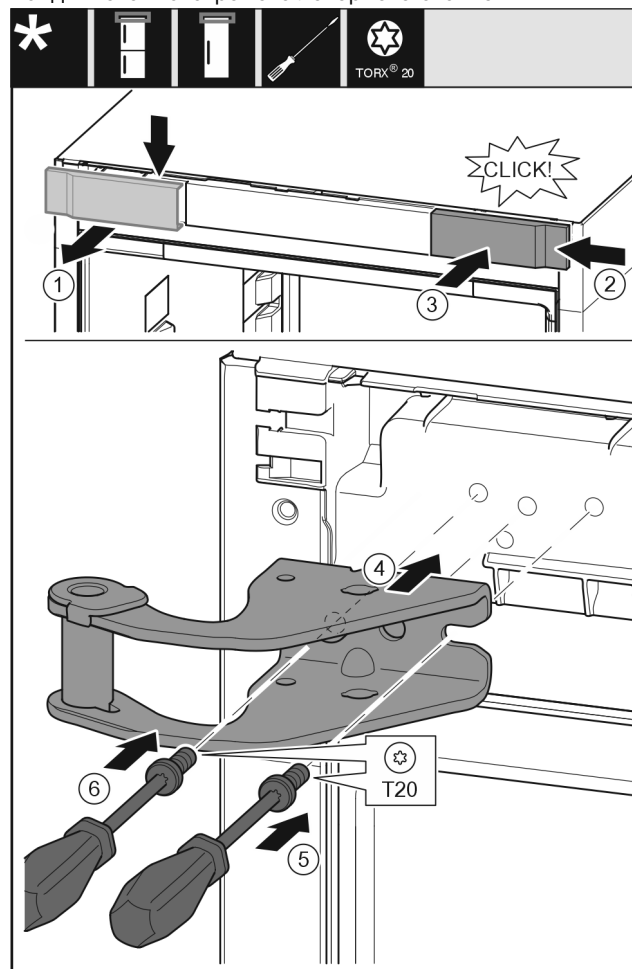

Fig. 9
- ▶ Сваляте капака от горе напред. Fig. 9 (1)
- ▶ Закачете капака, завъртян на 180°, от другата страна отдясно. Fig. 9 (2)
- ▶ Фиксирайте капака. Fig. 9 (3)
- ▶ Поставете горната лагерна стойка. Fig. 9 (4)
- ▶ С отвертка T20 поставете винта и го затегнете. Fig. 9 (5)
- ▶ С отвертка T20 вкарайте винта и го затегнете. Fig. 9 (6)